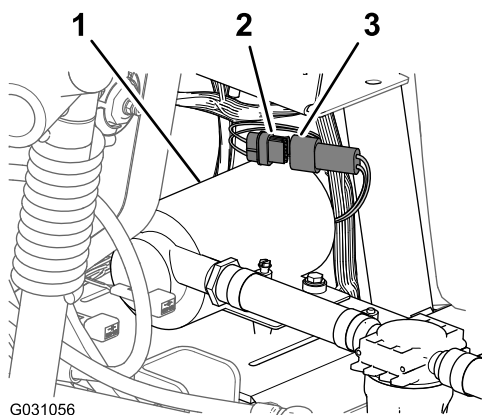

Figura 238
1. Collegate il connettore a 6 pin del cablaggio della pompa di lavaggio al connettore a 6 prese del cablaggio principale posteriore (Figura 238).